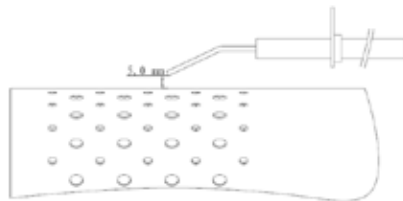

Bild 1
- Om värmeapparatens måste arbeta under en längre tid vid sin maximala kapacitet, kan det hända att is bildas på cylindern. Detta beror på överdrivet uttag i gasform. Inte av denna eller för någon annan anledning, bör cylindern värmas upp. För att undvika denna effekt, eller åtminstone minska den, ska en stor eller två cylindrar kopplade ihop (bild 1) användas.
- Kontrollera läget på startelektroden (bild 1)